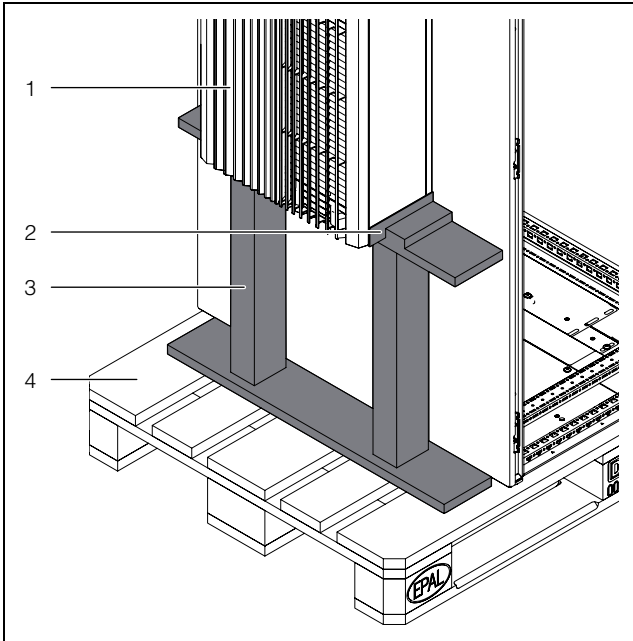
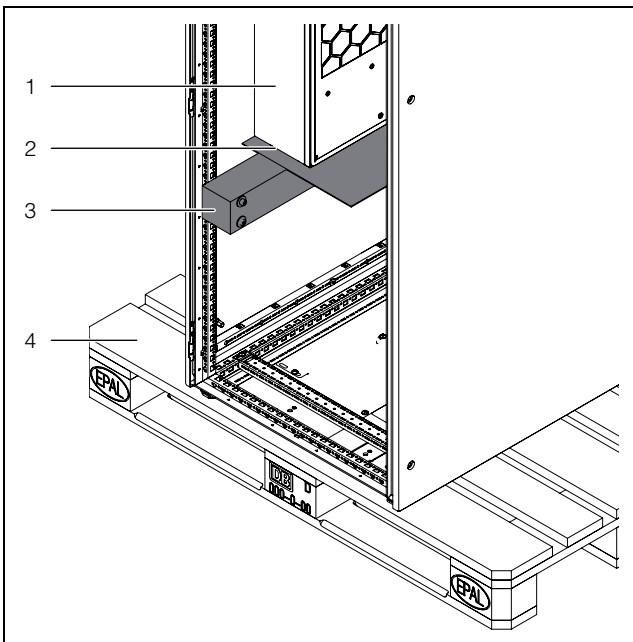

Imagen 5: Montaje de los seguros de transporte
Imagen 6: Montaje interior de los seguros de transporte
- Para el transporte de los equipos instalados en armarios de distribución debe utilizarse elementos de seguridad para el transporte (por ej. un palé de madera – imagen 5 e imagen 6).